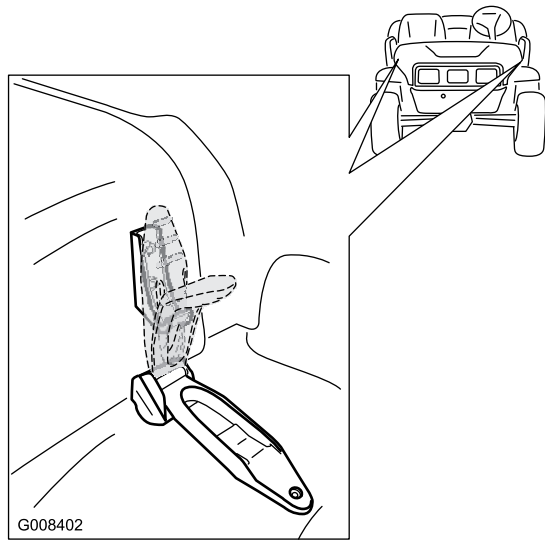

図 25
1. フードの両側についているゴム製ストラップをゆるめる図 25。